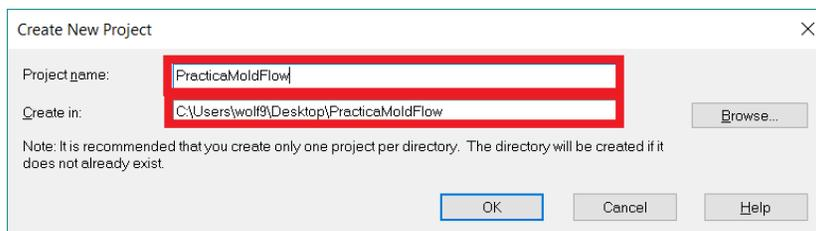

Figura 6.2 Nombrar proyecto PracticaMoldFlow
- En la ventana de **Create New Project** nombrar el archivo **PracticaMoldFlow** (Figura 6.2).
- Dar click en el botón **Browse** y elegir la carpeta donde se desea guardar el proyecto (Figura 6.2).